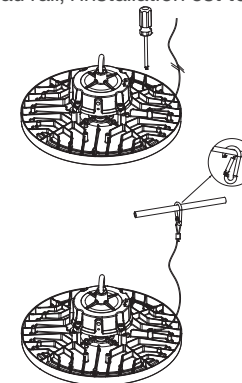

Figure 15
Étape 1. Fixez le câble de sécurité au corps du luminaire avec des vis. (Figure 15)